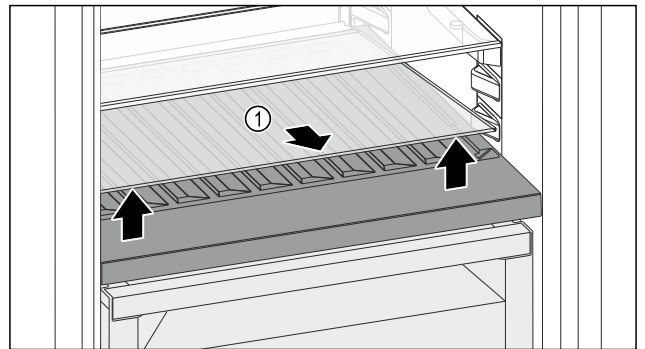

Fig. 156
- ▶ Emelje meg elől, a mélyedésnél az üveglapot Fig. 156 (1), és vegye ki.
- ▶ Biztonságosan tárolja az üveglapot Fig. 156 (1) a készüléken kívül.